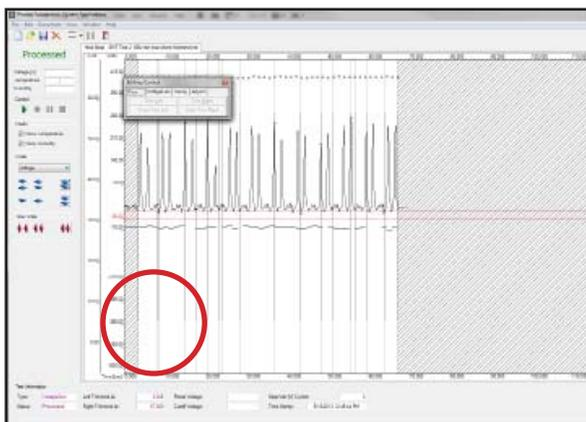

図 30: 分析のために使用する最小と最大範囲を特定するためにトレースされたデータをトリミングします。
1. Edit メニューにあるTrimming... を押してデータの始めと終わり部分の不要なデータをトリミングできます。(図30).
- a. Left trim (左側のトリム) ポイントで分析のための開始点を決定します。これは初期の最小値か最大値とすべきです。図30を参照してください。Left trim カーソルは最小ピークの前に置きます。図30○印
- b. Right trim (右側のトリム) ポイントで分析のための終点を決定します。これは最終の最小値か最大値とすべきです。図30を参照してください。Right trim カーソルはMaximum Peak(最大ピーク)のすぐ前に置きます。(図30)